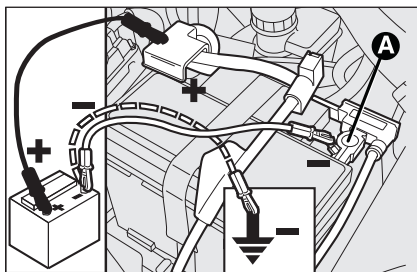

fig. 56
**PORNIREA DE URGENȚĂ fig. 56**
În cazul pornirii de urgență cu bateria auxiliară, nu conectați niciodată cablul negativ (-) al bateriei auxiliare la polul negativ **A** -fig. 56 al bateriei autovehiculului, ci la un punct de masă la motor/schimbător.